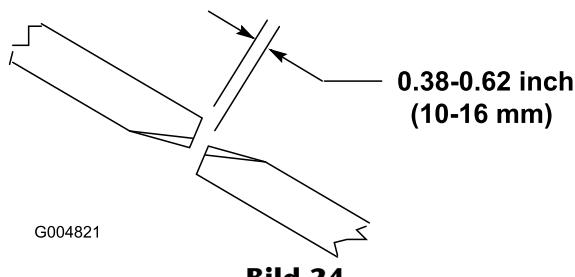

Bild 24
Für den ordnungsgemäßen Betrieb des Mähwerks muss ein 10-16 mm Abstand zwischen den Messerspitzen des seitlichen und mittleren Mähwerks bestehen (Bild 24).
2. Drehen Sie ein mittleres und ein daneben befindliches seitliches Messer, sodass die Messerspitzen ausgerichtet sind. Messen Sie den Abstand zwischen den Messerspitzen, der Abstand sollte ungefähr 10-16 mm betragen (Bild 24).